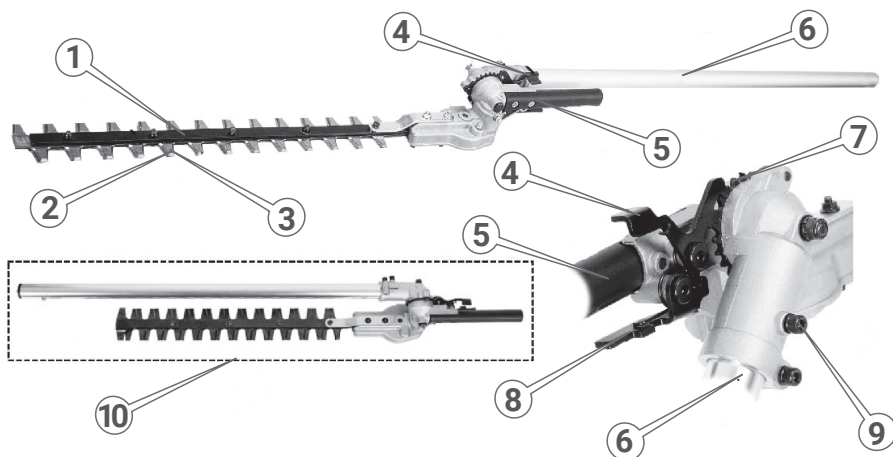

Рисунок 25. Загальний вигляд насадки-кущоріза.
- натиснути важіль блокування (8, рис. 25), а потім важіль фіксації положення (4, рис. 25) та за руків'я (5, рис. 25) перемістити ніж в обрану позицію;
- відпустити важіль фіксації положення (4, рис. 25), фіксуючий зуб важеля повинен увійти проміж зубців зубчастої пластини (7, рис. 25);
- відпустити важіль блокування положення різального ножа (8, рис. 25);